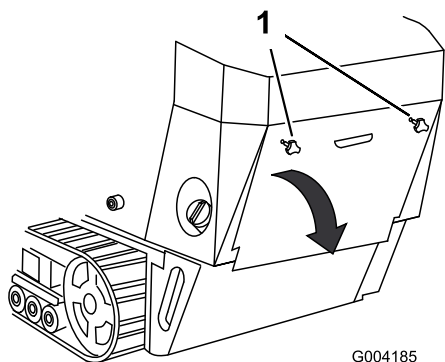

Figura 32
1. Svitare le due manopole che fissano il portello di accesso posteriore alla macchina (Figura 32).
2. Inclinare il portello di accesso posteriore verso il basso e rimuoverlo per accedere ai componenti interni (Figura 32).